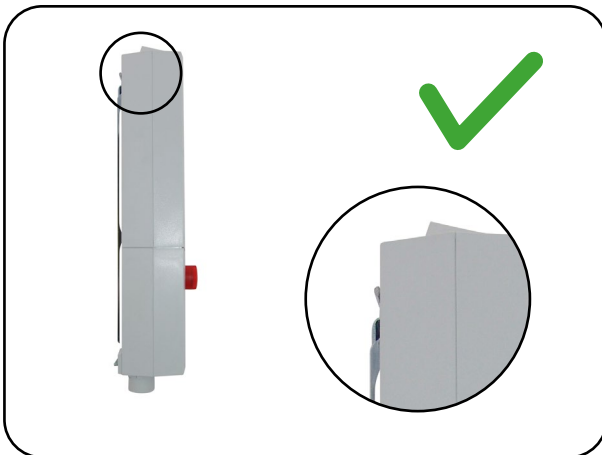

**Abb. 8.7.01 - Akkupack**
2. Greifen Sie von oben in die Griffmulde am Akkupack und ziehen Sie mit den Fingern den Entriegelungshebel nach oben (Abb. 8.7.01).
3. Kippen Sie gleichzeitig das Akkupack ein Stück von der Montageschiene weg und anschließend nach oben aus der Halterung (Abb. 8.7.01).